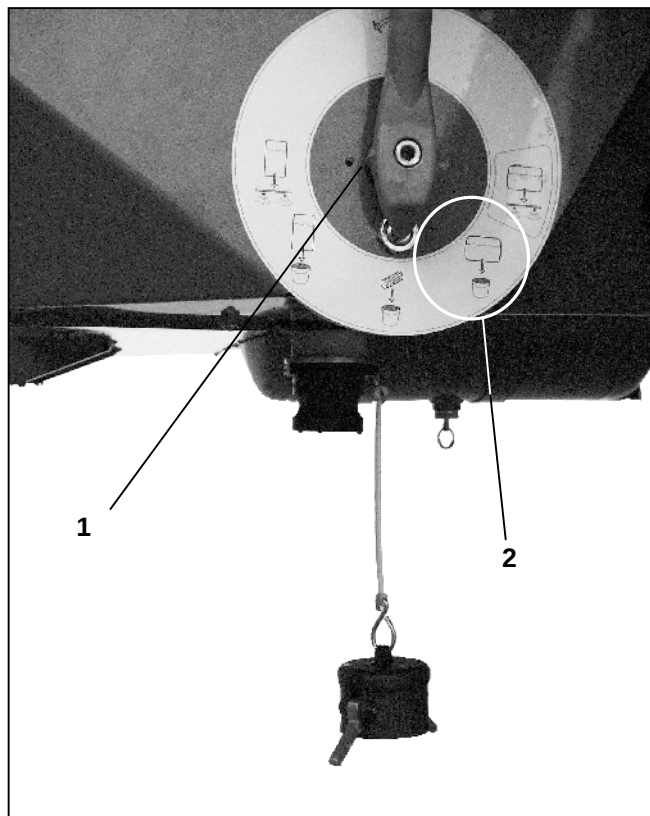
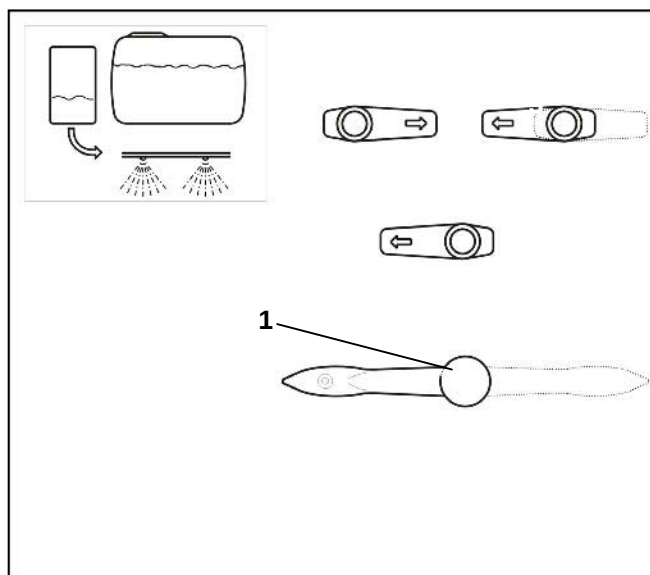

Bild 7.21
Bild 7.22
Tappa ur den kvarvarande restmängden i en avsedd behållare genom att ställa kranen (bild 7.22/1 i pos avtappning (bild 7.21/2).
- Ställ kranarna i pos "Rengöring" (bild 7.22).